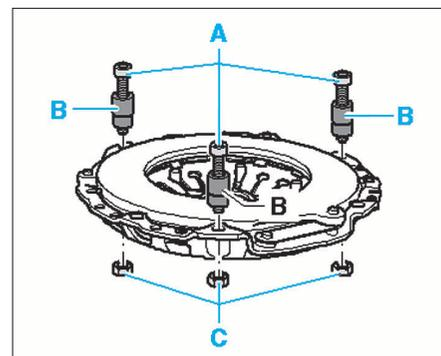

FIG. 6
- Placer trois vis de fixation M6x35 (A) dans les alésages du plateau de pression avec un décalage de 120° en y plaçant des entretoises de 20 mm (B) (Fig.6).
- Serrer les trois écrous (C).